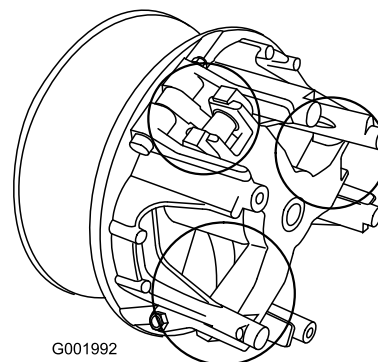

Figure 56
5. Lubrifiez les pièces mobiles aux endroits indiqués par des cercles à la Figure 56 avec du lubrifiant sec en aérosol de marque Toro, disponible auprès des concessionnaires ou distributeurs Toro agréés.